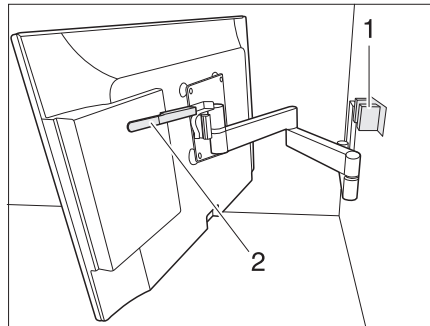

Bild 54 Halterung mit Gelenkarm
- Hebel (Bild 54,2) nach unten drücken um Flachbildschirm aus Arretierung (Bild 54,1) zu lösen. Hebel loslassen.